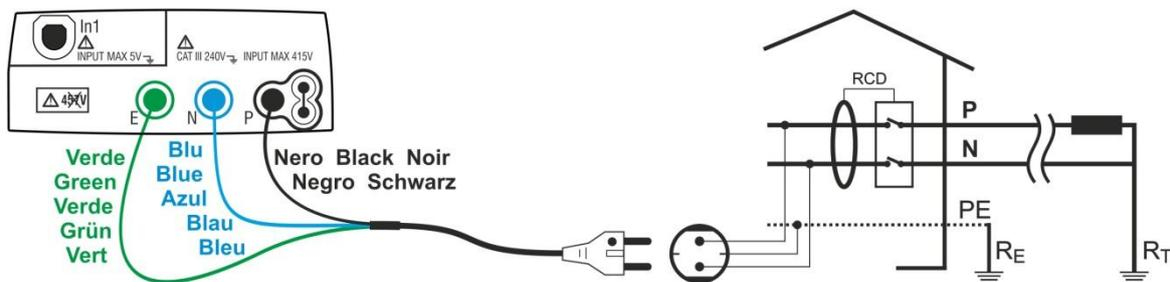

Fig. 4: Ligação através de ficha shuko
3. Inserir os conectores verde, azul e preto do cabo shuko com três terminais nos correspondentes terminais de entrada do instrumento E, N, P. Como alternativa, utilizar os cabos individuais e inserir nas extremidades livres os correspondentes crocodilos. Eventualmente, utilizar a ponteira remota inserindo o conector multipolar no terminal de entrada P. Ligar a ficha shuko, os crocodilos ou a ponteira remota à rede elétrica de acordo com as Fig. 4 e Fig. 5